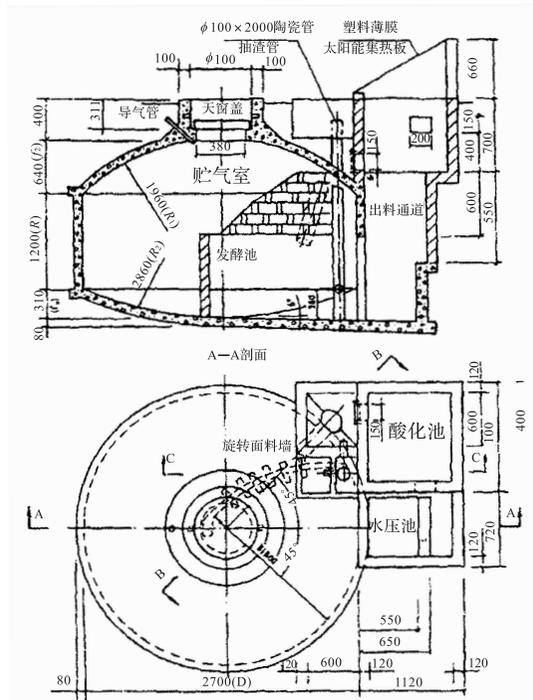
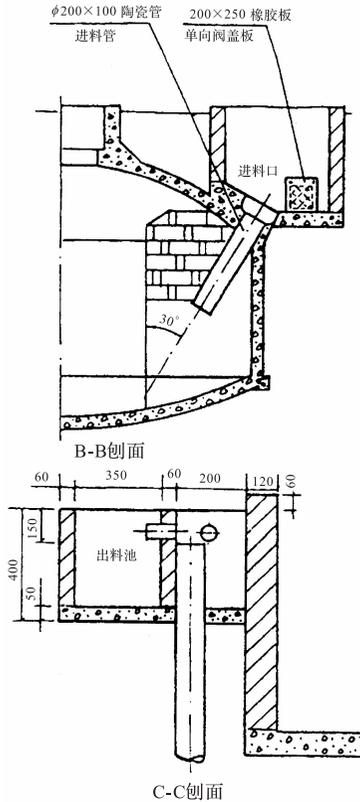
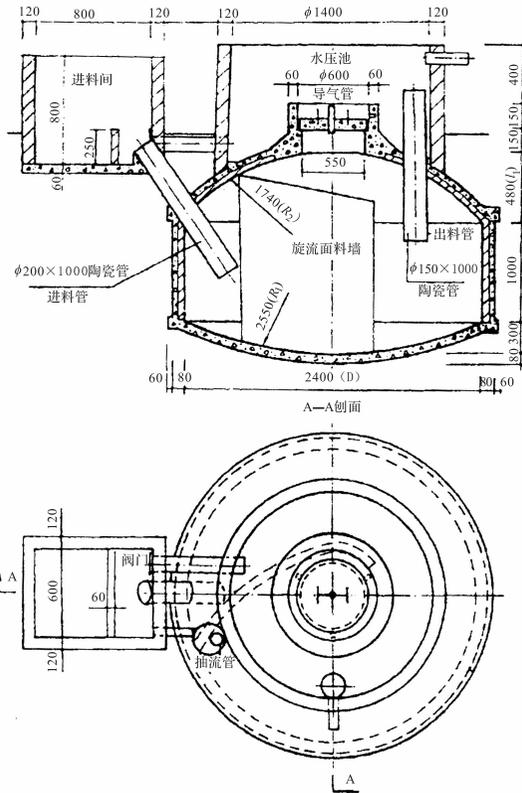

图 5-7 侧水水压式旋流布料自动循环沼气池 (一)
图 5-8 侧水水压式旋流布料自动循环沼气池 (二)
图 5-9 顶上水水压式旋流布料自动循环沼气池
**1. 构造** 旋流布料自动循环沼气池由进料口、进料管、发酵间、贮气室、活动盖、水压酸化间、旋流布料墙、单向阀、抽渣管、活塞、导气管、出料通道等部分组成。根据水压间的位置不同，旋流布料自动循环沼气池可分为侧水水压式沼气池（图 5-7，图 5-8）和顶上水压式沼气池（图 5-9）。
**200×250 橡胶板（1）** 进料口和进料管。进料口位于畜禽舍地面下，与设在地下的进料管与发酵间连通。进料口将厕所、畜禽舍收集的粪污，通过进料管注入沼气池发酵间。进料管内径一般为 20~30 厘米，采取直管斜插于池墙中部（图 5-8）或直插与池顶部（图 5-9）的方式与发酵间连通，目的是保持进料顺畅、便于搅拌、施工方便。
**（3）** 水压酸化间。其主要功能是为了贮存沼气，维持正常气压和便于大出料，其容积由沼气池产气量来决定，一般为沼气池 24 小时所产沼气的一半。水压间的下端通过出料通道（图 5-7）或出料管（图 5-9）与发酵间相连通，发酵完成的沼肥由此